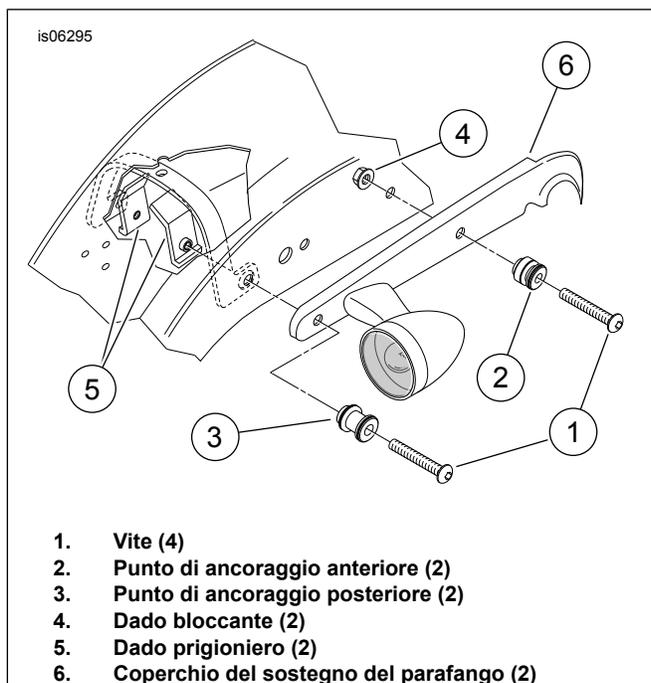

Figura 3. Punti di ancoraggio - solo per accessori o borse rigidi
1. Vedere Figura 3. Installare il kit di bulloneria di ancoraggio **90201424** facendo riferimento alle istruzioni incluse nel kit.